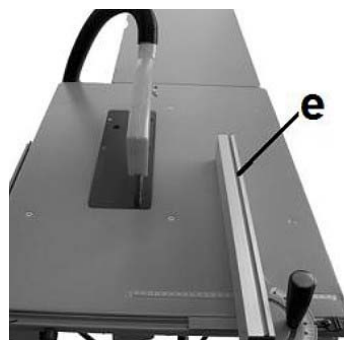
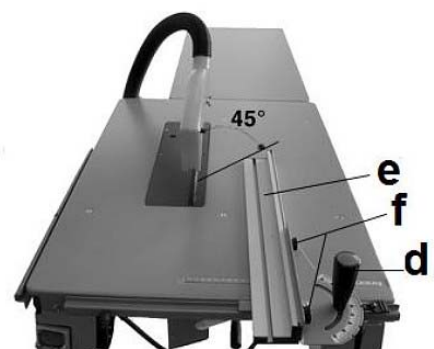

Fig. 11 : Réglage de la butée
Figure 12 : Butée en position horizontale
- Figure 11 : Ne réglez jamais la butée longitudinale pendant que la machine est en marche.
La butée longitudinale peut être posée à plat et ajustée en longueur. Utilisez la butée en position verticale (figure 11) pour couper de grandes pièces. Pour couper de petites pièces, utilisez la butée comme indiqué sur la figure 12.